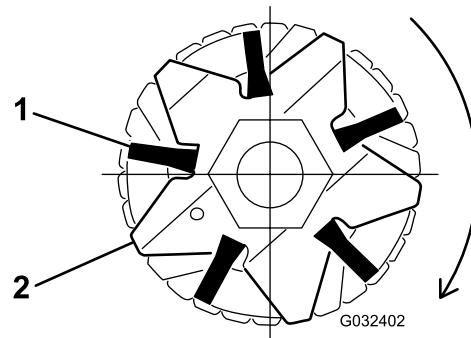

Figura 21
4. Asegúrese de que los cepillos se asientan en las ranuras de las cuchillas del groomer (Figura 19 y Figura 21).
5. Pase las cintas alrededor del eje del molinete y los cepillos, según se muestra en Figura 19, colocándolas en las hendiduras de los cepillos Figura 21.